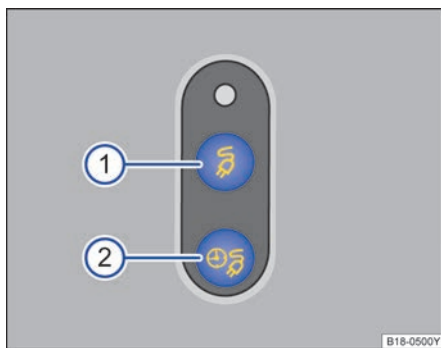

图 114 示意图：① 立即充电按钮，② 延迟充电按钮。
- 按压立即充电按钮 ⇒ 图 114 ①，可中断或继续充电过程，此时充电插头仍保持锁止状态。
- ① 绿色指示灯持续亮起：充电过程已结束。
- ② 绿色指示灯脉动式亮起：正在充电。
- ③ 离开车辆后绿色指示灯快速闪烁约 1 分钟：已通过信息娱乐系统设定延迟充电（出发时间），但尚未开始。此时延迟充电按钮  中的指示灯 ⇒ 图 114 ② 也将亮起。
- ④ 黄色指示灯闪烁：请将换挡杆置于 P 位置。
- ⑤ 黄色指示灯持续亮起：请检查充电电缆或电源。使用随车充电电缆时，控制盒上会显示电源状态。必要时请具有相应资质的专业人员提供帮助。
- ⑥ 红色指示灯持续亮起：充电系统存在故障。请联系专业人员处理。